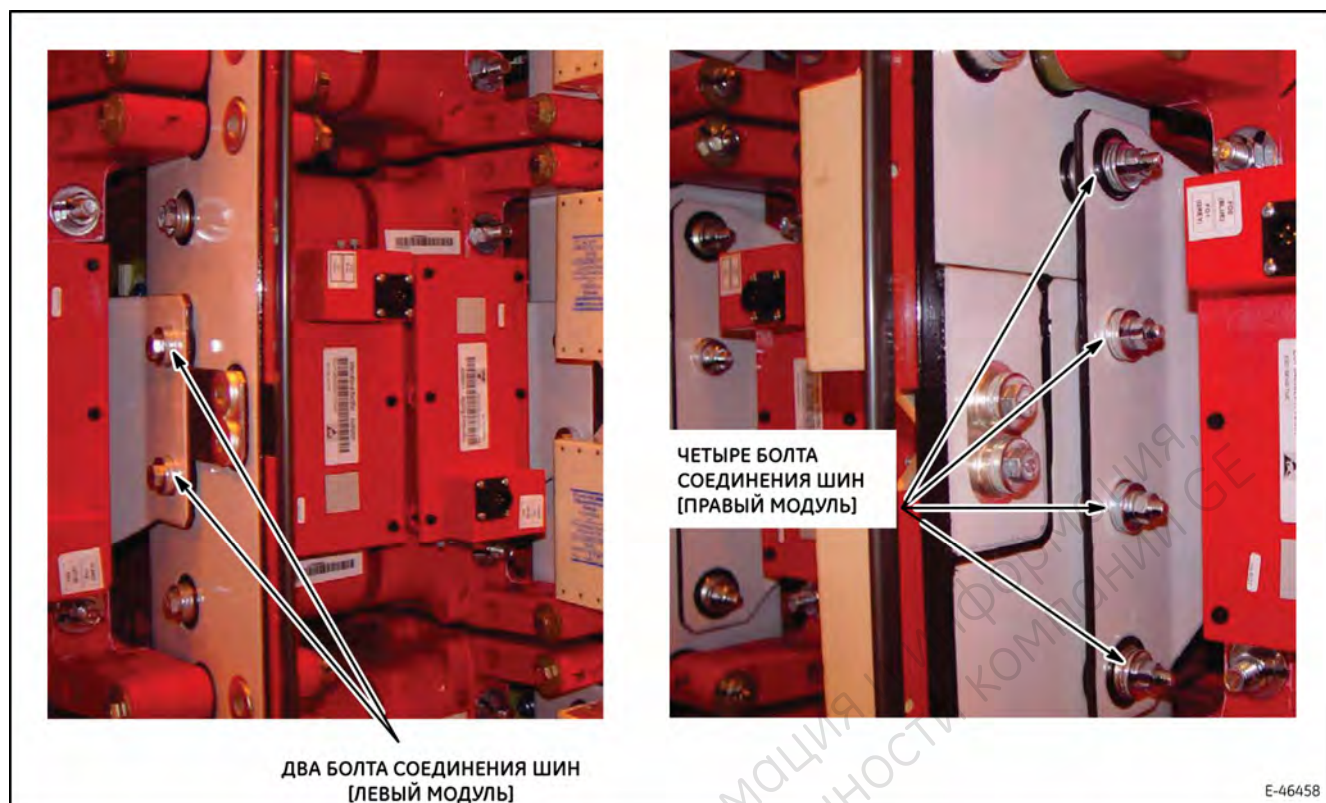

Рис. 28. Крепление шины IGBT-модуля фазы к вертикальным силовым шинам.
7. Снимите шины IGBT-модуля фазы (рис. 28) с болтов вертикальной шины (два [2] для левого модуля и четыре [4] для правого модуля).